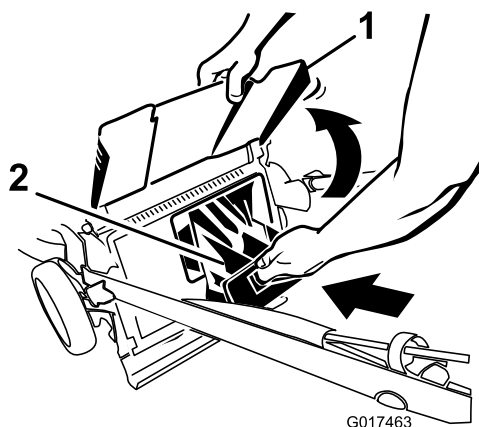

Figura 30
**Importante:** Asegúrese de que el tapón de descarga trasera está bloqueado en su sitio. Para bloquear el tapón: Levante el deflector de descarga (Figura 30), introduzca el tapón y presione firmemente hasta que encaje detrás de las pestañas, y gire la palanca del tapón a la izquierda (Figura 29).